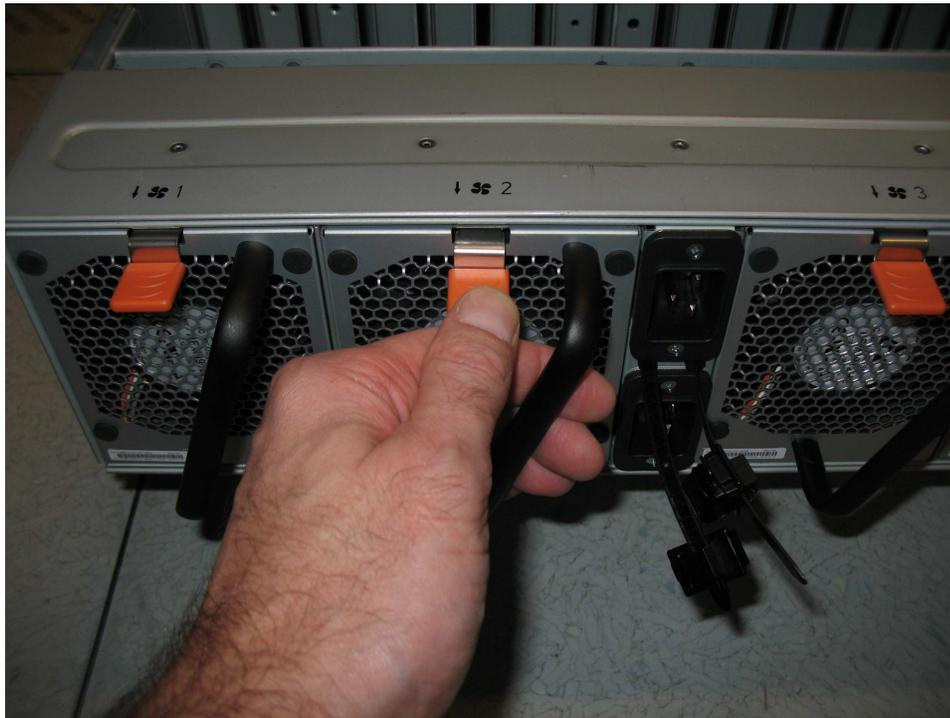

図 82. ファン・モジュールの解放タブ
2. 図 82 に示すように、ファン・モジュールの解放タブを押します。